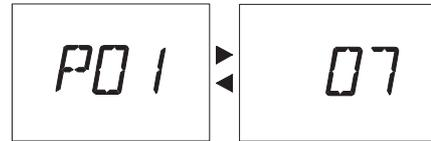

Рис. 10
- 5 На ЖК-дисплее параметр **P01** чередуется с **07** (Рис. 10).